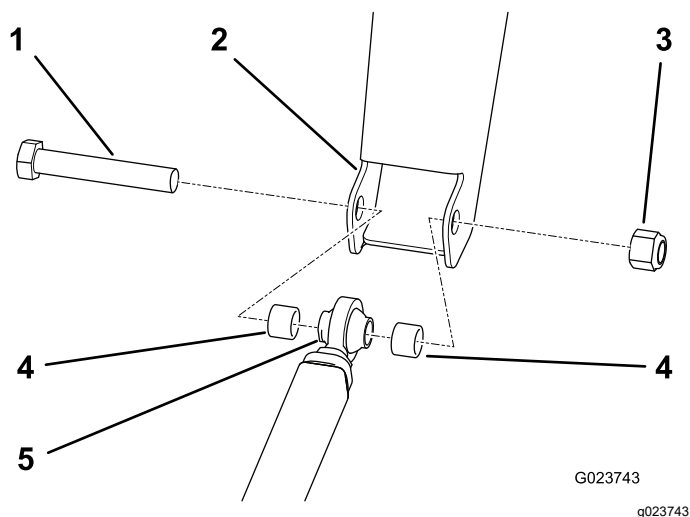

図 13
1. 牽引バーのロッド端部フレームヒッチに合わせる 図 13。